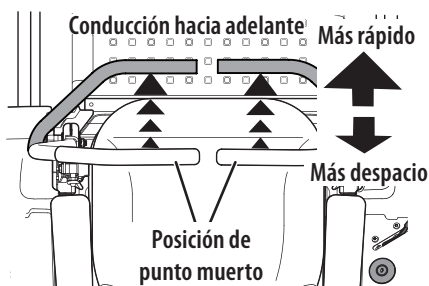

Figura 26
- Mueva las palancas de control de forma lenta y suave hacia adelante. La cortadora comenzará a desplazarse hacia adelante (Figura 26).